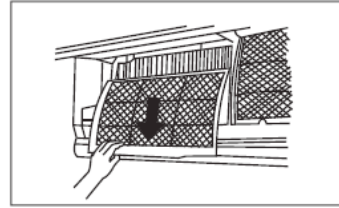
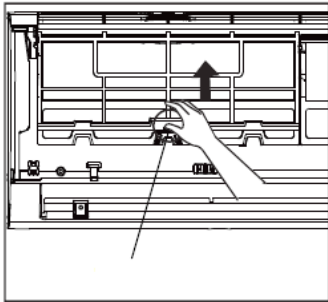

fig. 18 -
fig. 17 -
3. Remova os filtros empurrando as patilhas centrais para cima até que sejam libertadas do retentor e puxe-as para baixo ("fig. 17 -" e "fig. 18 -").